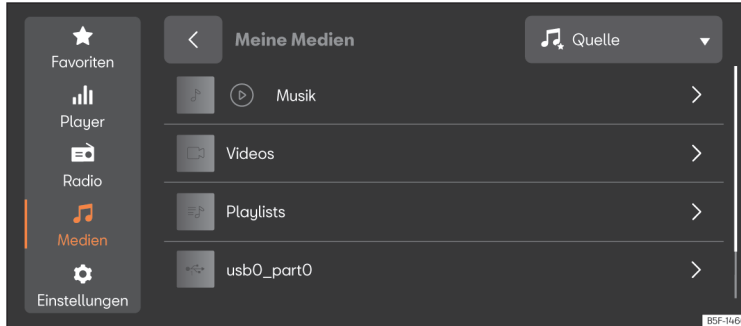

Abb. 171 Schematische Darstellung: Ansicht Medien.
- Drücken Sie **HOME** > > > (Abb. 171).